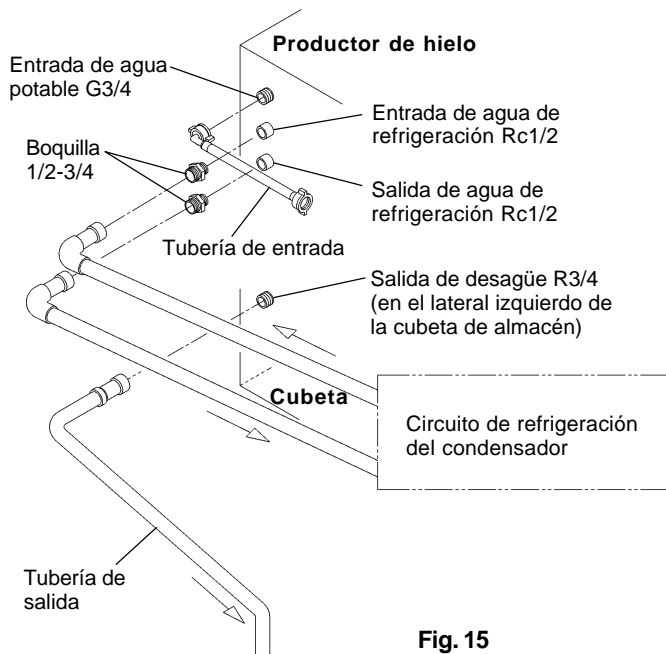

Fig. 15
\* Hoshizaki recomienda conectar el condensador refrigerado con agua a un sistema de refrigeración de tipo recirculación de circuito cerrado que utilice una torre, un enfriador de agua o un dispositivo similar (véanse las figs. 15 y 16). La producción de agua debería tener lugar mediante una disposición de tipo válvula de bola/depósito de rotura.
### [a] Conexiones estándar de acuerdo con la normativa WRC del Reino Unido (figs. 15 y 16)
3) Instalar el tubo flexible de salida gris (accesorio) en el accesorio R3/4 del lateral izquierdo de la cubeta de almacén según se indica (fig. 15). Comprobar el ajuste de la arandela de goma antes de apretar la unión con la mano. Cortar este tubo a la longitud necesaria para adecuar la posición del desagüe principal.
5) Conectar el circuito de refrigeración del condensador a los extremos libres de las boquillas 1/2-3/4 como se indica (fig. 15), utilizando para ello una tubería de tipo rígido adecuada.